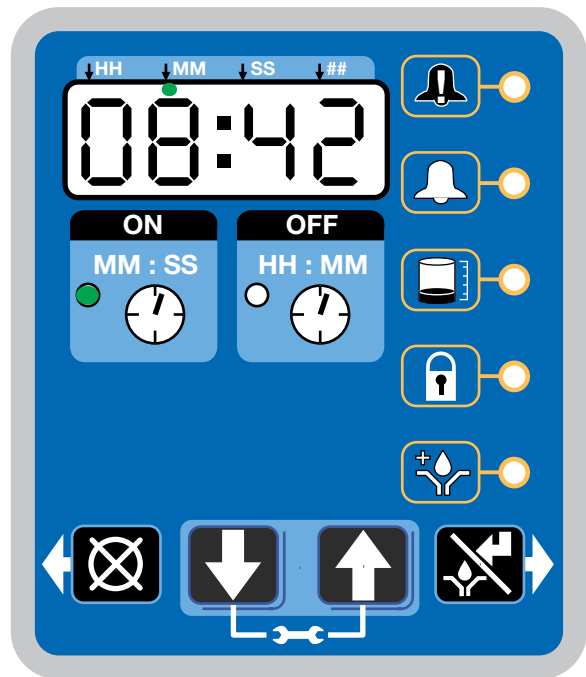

FIG. 33
- Lorsque le compte à rebours du temps d'arrêt arrive à zéro, la pompe de lubrification automatique G5 allume la pompe qui se met en marche pour le cycle de temps de MARCHE programmé (FIG. 33).
- L'exemple illustré à la FIG. 33 montre un temps de marche de 8 minutes et 42 secondes avant la fin du cycle de lubrification.